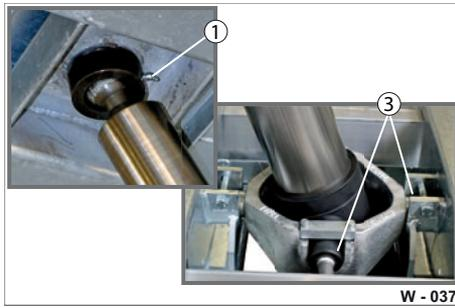

Abb. 27 Lagerstellen
- ▶ Reinigen Sie die Lagerstellen oben und unten (Abb. 27/1,3) mit einem sauberem Lappen.
- ▶ Fetten Sie die Kugel am Schmiernippel (Abb. 27/1) ein.
- ▶ Fetten Sie die Lagerschallen (Abb. 27/2) ein.